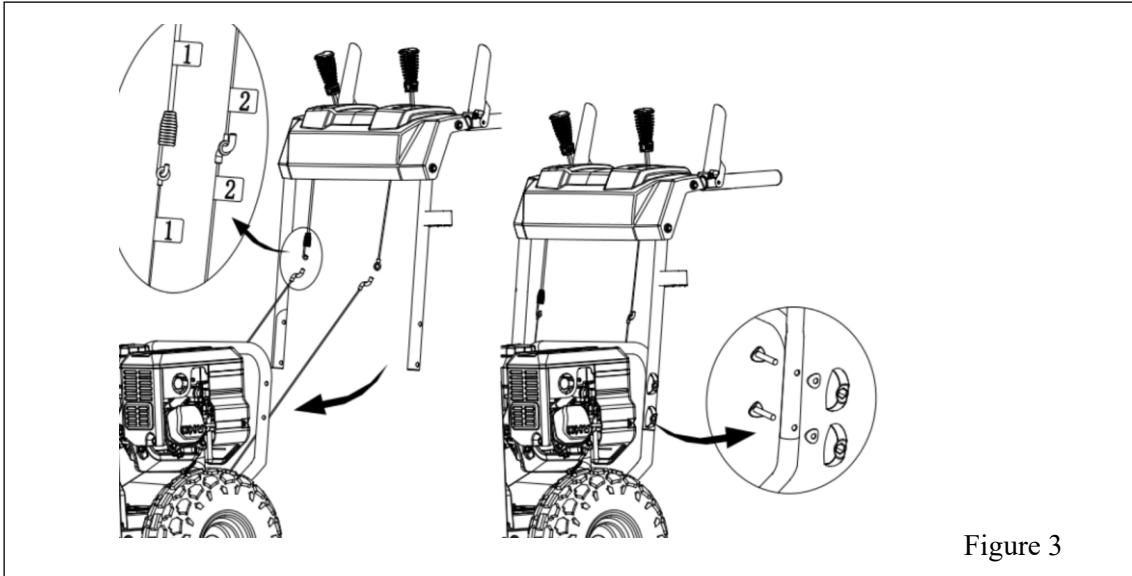

Figure 3
3. Lors de la fixation de la Quincaillerie d'Assemblage, assurez-vous que TOUS les câbles sont placés sous l'Encadrement de Poignées (Supérieure & Inférieure) après l'installation, comme l'indication sur la Figure 3. TRÈS IMPORTANT !!! ***
5. Vérifiez que la connexion est précise pour les Câbles d'Entraînement /de Tarière Supérieurs et Inférieurs. (Regarder la figure 3)